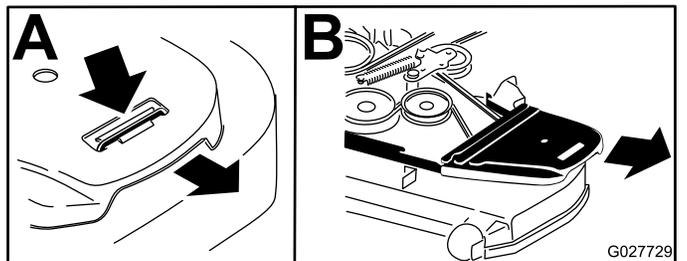

Figure 87
4. Retirez les couvercles de courroie (Figure 87).